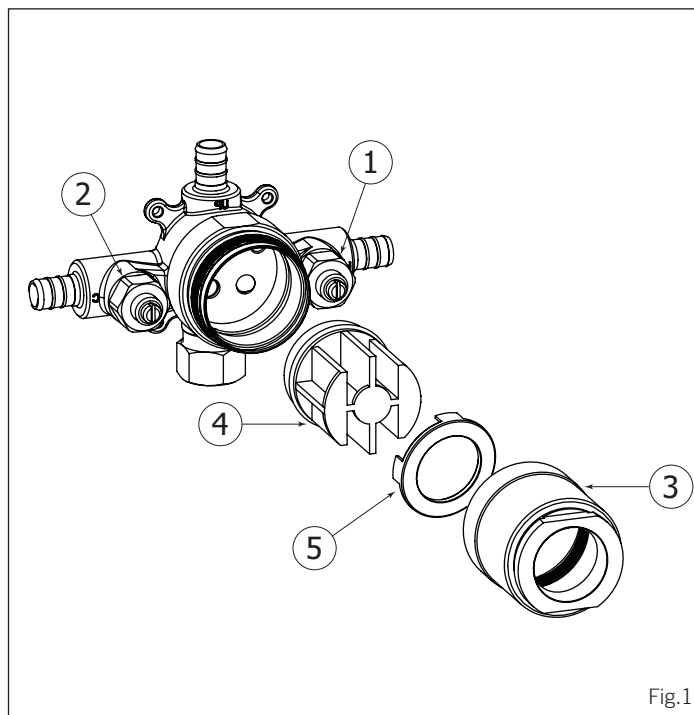

Fig.1
First, verify the 2 check-valves (1 & 2) are shut off. Unscrew the cartridge holder (3) and remove the protective plug (4) (Fig. 1). Make sure the "top" plastic spacer remains in place (5).
Dévisser le manchon de la valve (3) et retirer le capuchon protecteur (4) (Fig. 1). S'assurer que l'espaceur en plastique du dessus demeure en place (3).